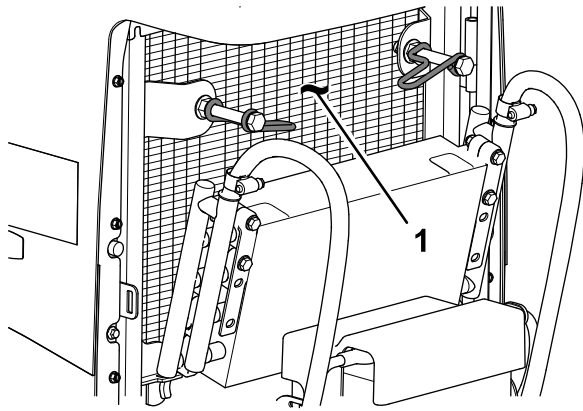

Figura 111
8. Curățați perfect ambele părți ale răcitorului de ulei și ale radiatorului (Figura 111) cu aer comprimat.